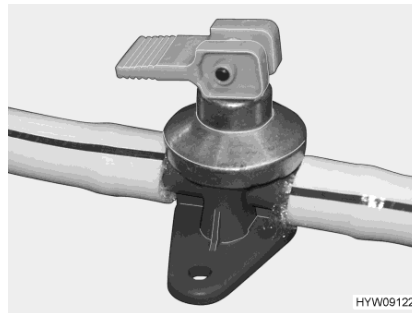
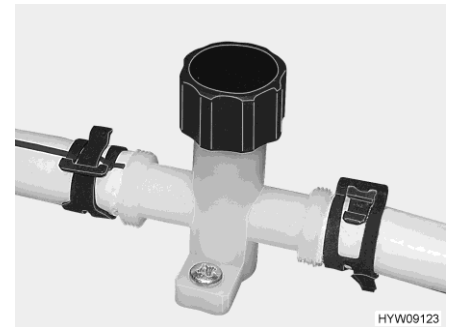

Bild 98 Ablasshahn (Boiler)
Bild 99 Ablasshahn (Wasserleitung)
- Alle Ablasshähne (Bild 98 bzw. Bild 99) schließen. Dazu die Kappen im Uhrzeigersinn zudrehen bzw. den Kipphebel waagrecht stellen. Die Ablasshähne sind unter einer Bodenklappe in der Mitte des Fahrzeugs eingebaut.